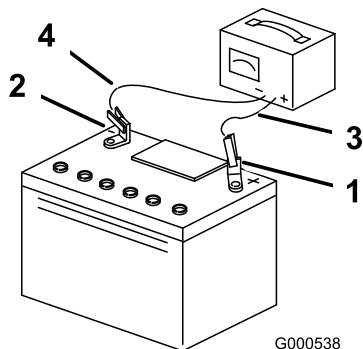

Figura 55
4. Cuando la batería esté completamente cargada, desconecte el cargador de la toma de electricidad, luego desconecte los cables del cargador de los bornes de la batería (Figura 55).